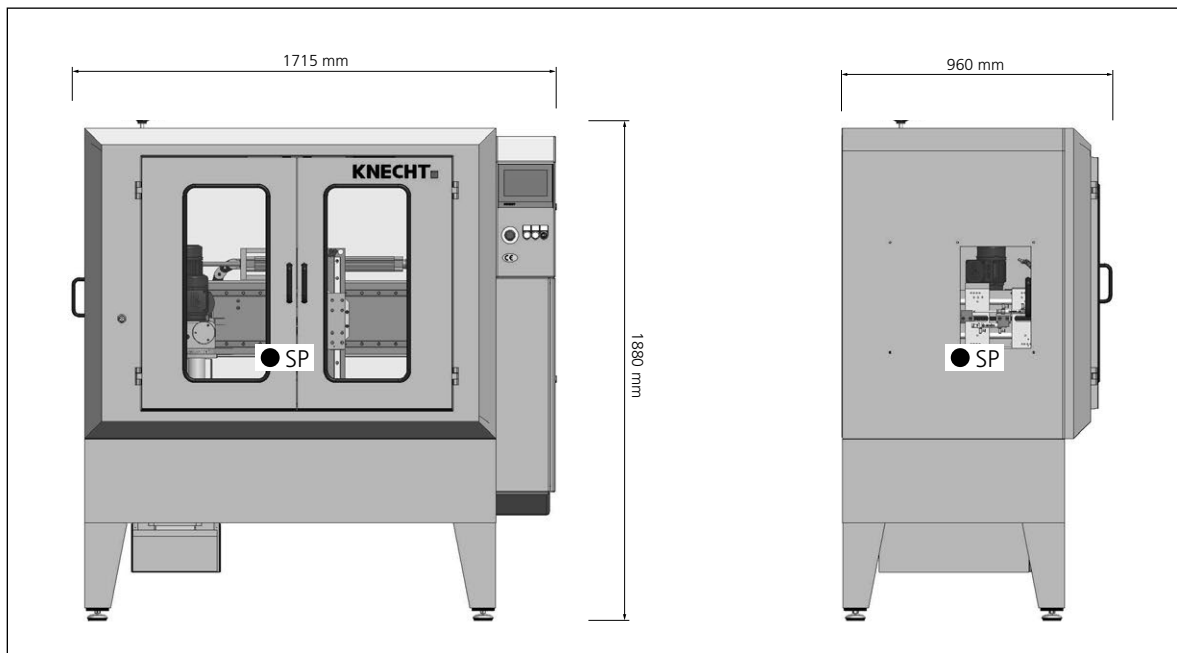

Imagen 3-1 Dimensiones en mm y centro de gravedad (SP) de la máquina
Durante el transporte debe tenerse en cuenta el centro de gravedad de la máquina. En la imagen 3-1 se muestra el centro de gravedad (SP).